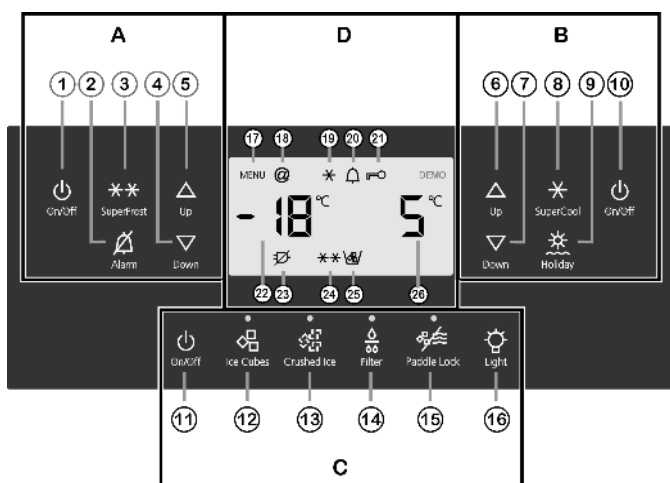

Fig. 2
- ▶ Нажмите кнопку On/Off морозильного отделения Fig. 2 (1).